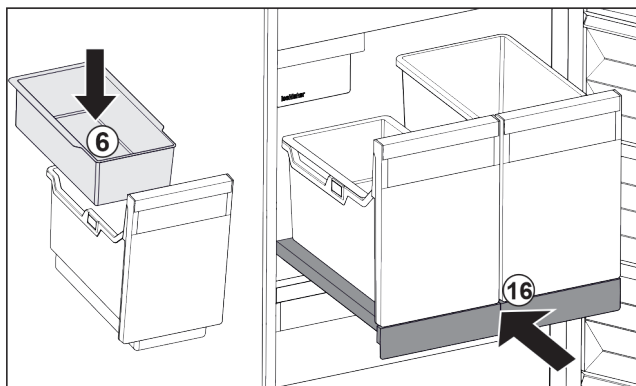

Fig. 101
- Włożyć półkę zawieszającą Fig. 101 (6) na kostki lodu.
- Wsunąć wysuwającą półkę z pojemnikiem (IceTower). Fig. 101 (16)